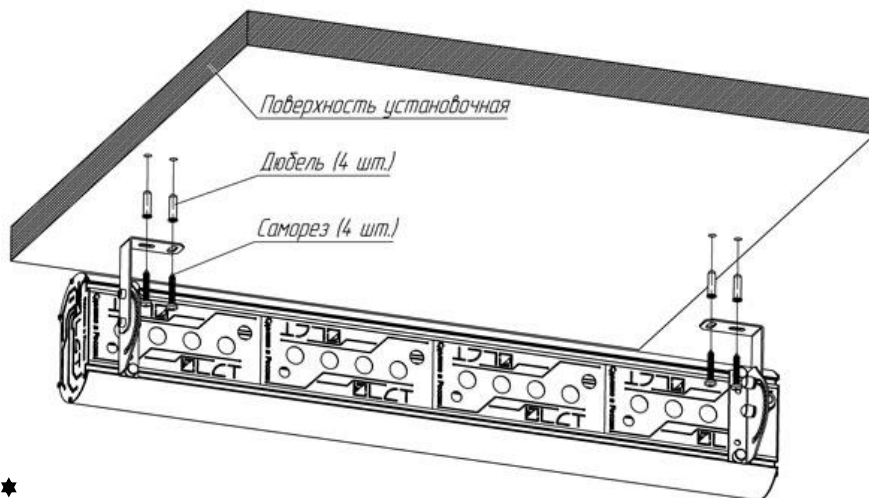

Рис. 8
6.7.6. Закрепить светильник на установочной поверхности. Рис. 8.